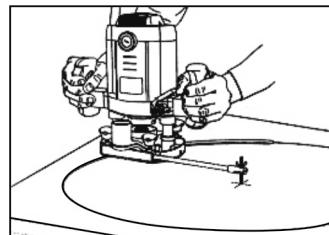

Fig. 4 – Fresando raios com o gabarito
- Monte a guia conforme mostra a Fig. 4;
- Coloque o pino central conforme mostra a Fig. 4 acima.